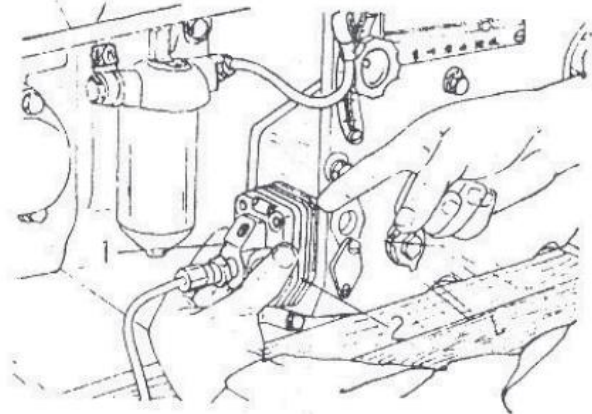

Fig. 12- Ajustar a temporização da injeção de combustível aumentando ou reduzindo o número de calços
(5) - Aumentar o reducir el número de juntas. Aumentar el número de calzas si la temporización de la inyección está adelantada. Reducir el número de juntas si está retrasada (Fig.12).